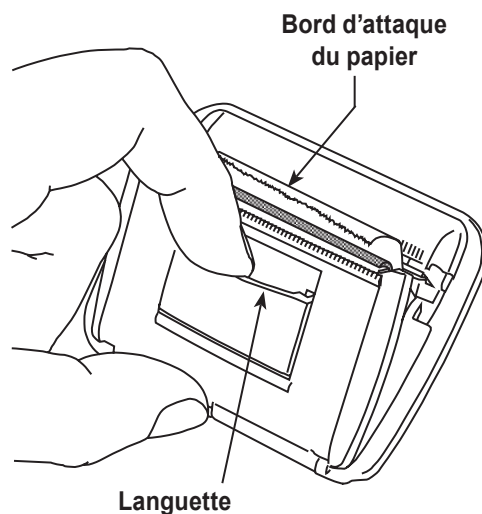

Figure 11
1. Retirez le couvercle de l'imprimante en tirant sur la languette tel qu'indiqué sur la Figure 11.